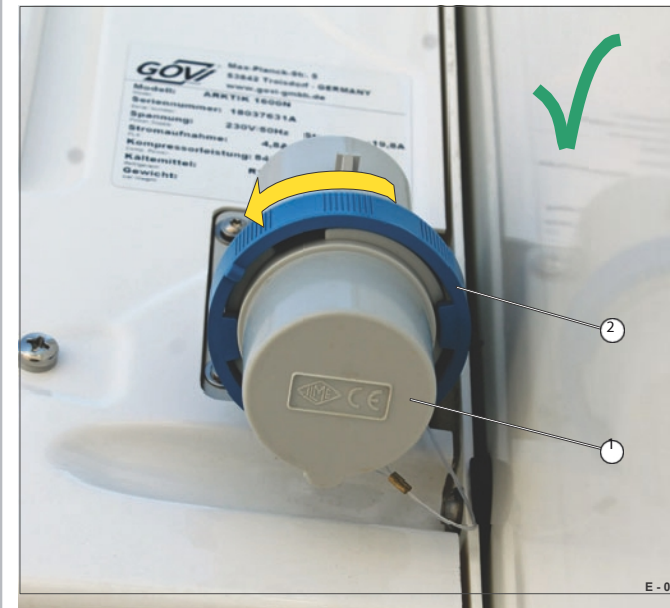

Fig. 16 Tampa fixada (posição de deslocação)
- Fixar a tampa (Fig. 16/1) com a tampa de rosca (Fig. 16/2) - apertar. A ligação à rede eléctrica é estanque ao pó e à água.